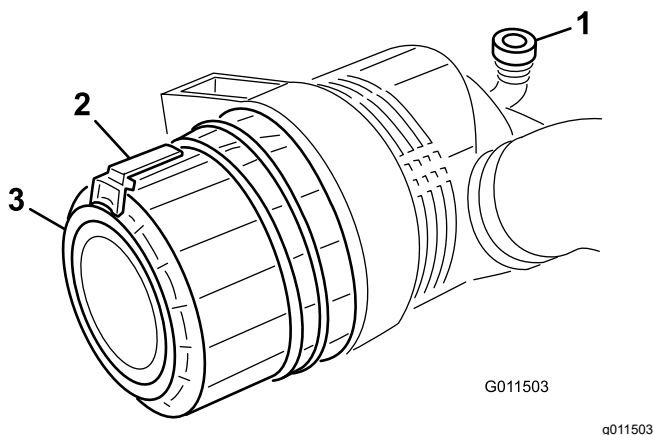

Рисунок 52
2. Оттяните защелку наружу и поверните крышку воздухоочистителя против часовой стрелки (Рисунок 52).